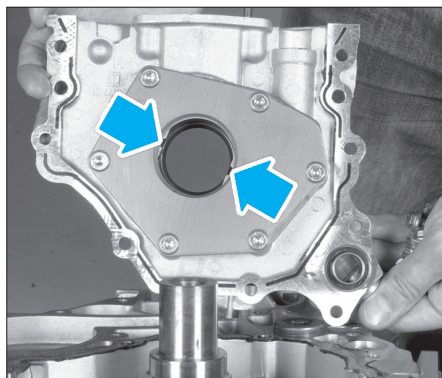

Fig. 14
- Engager la pompe à huile sur le vilebrequin en alignant les deux méplats de la pompe sur ceux du vilebrequin (Fig.14).